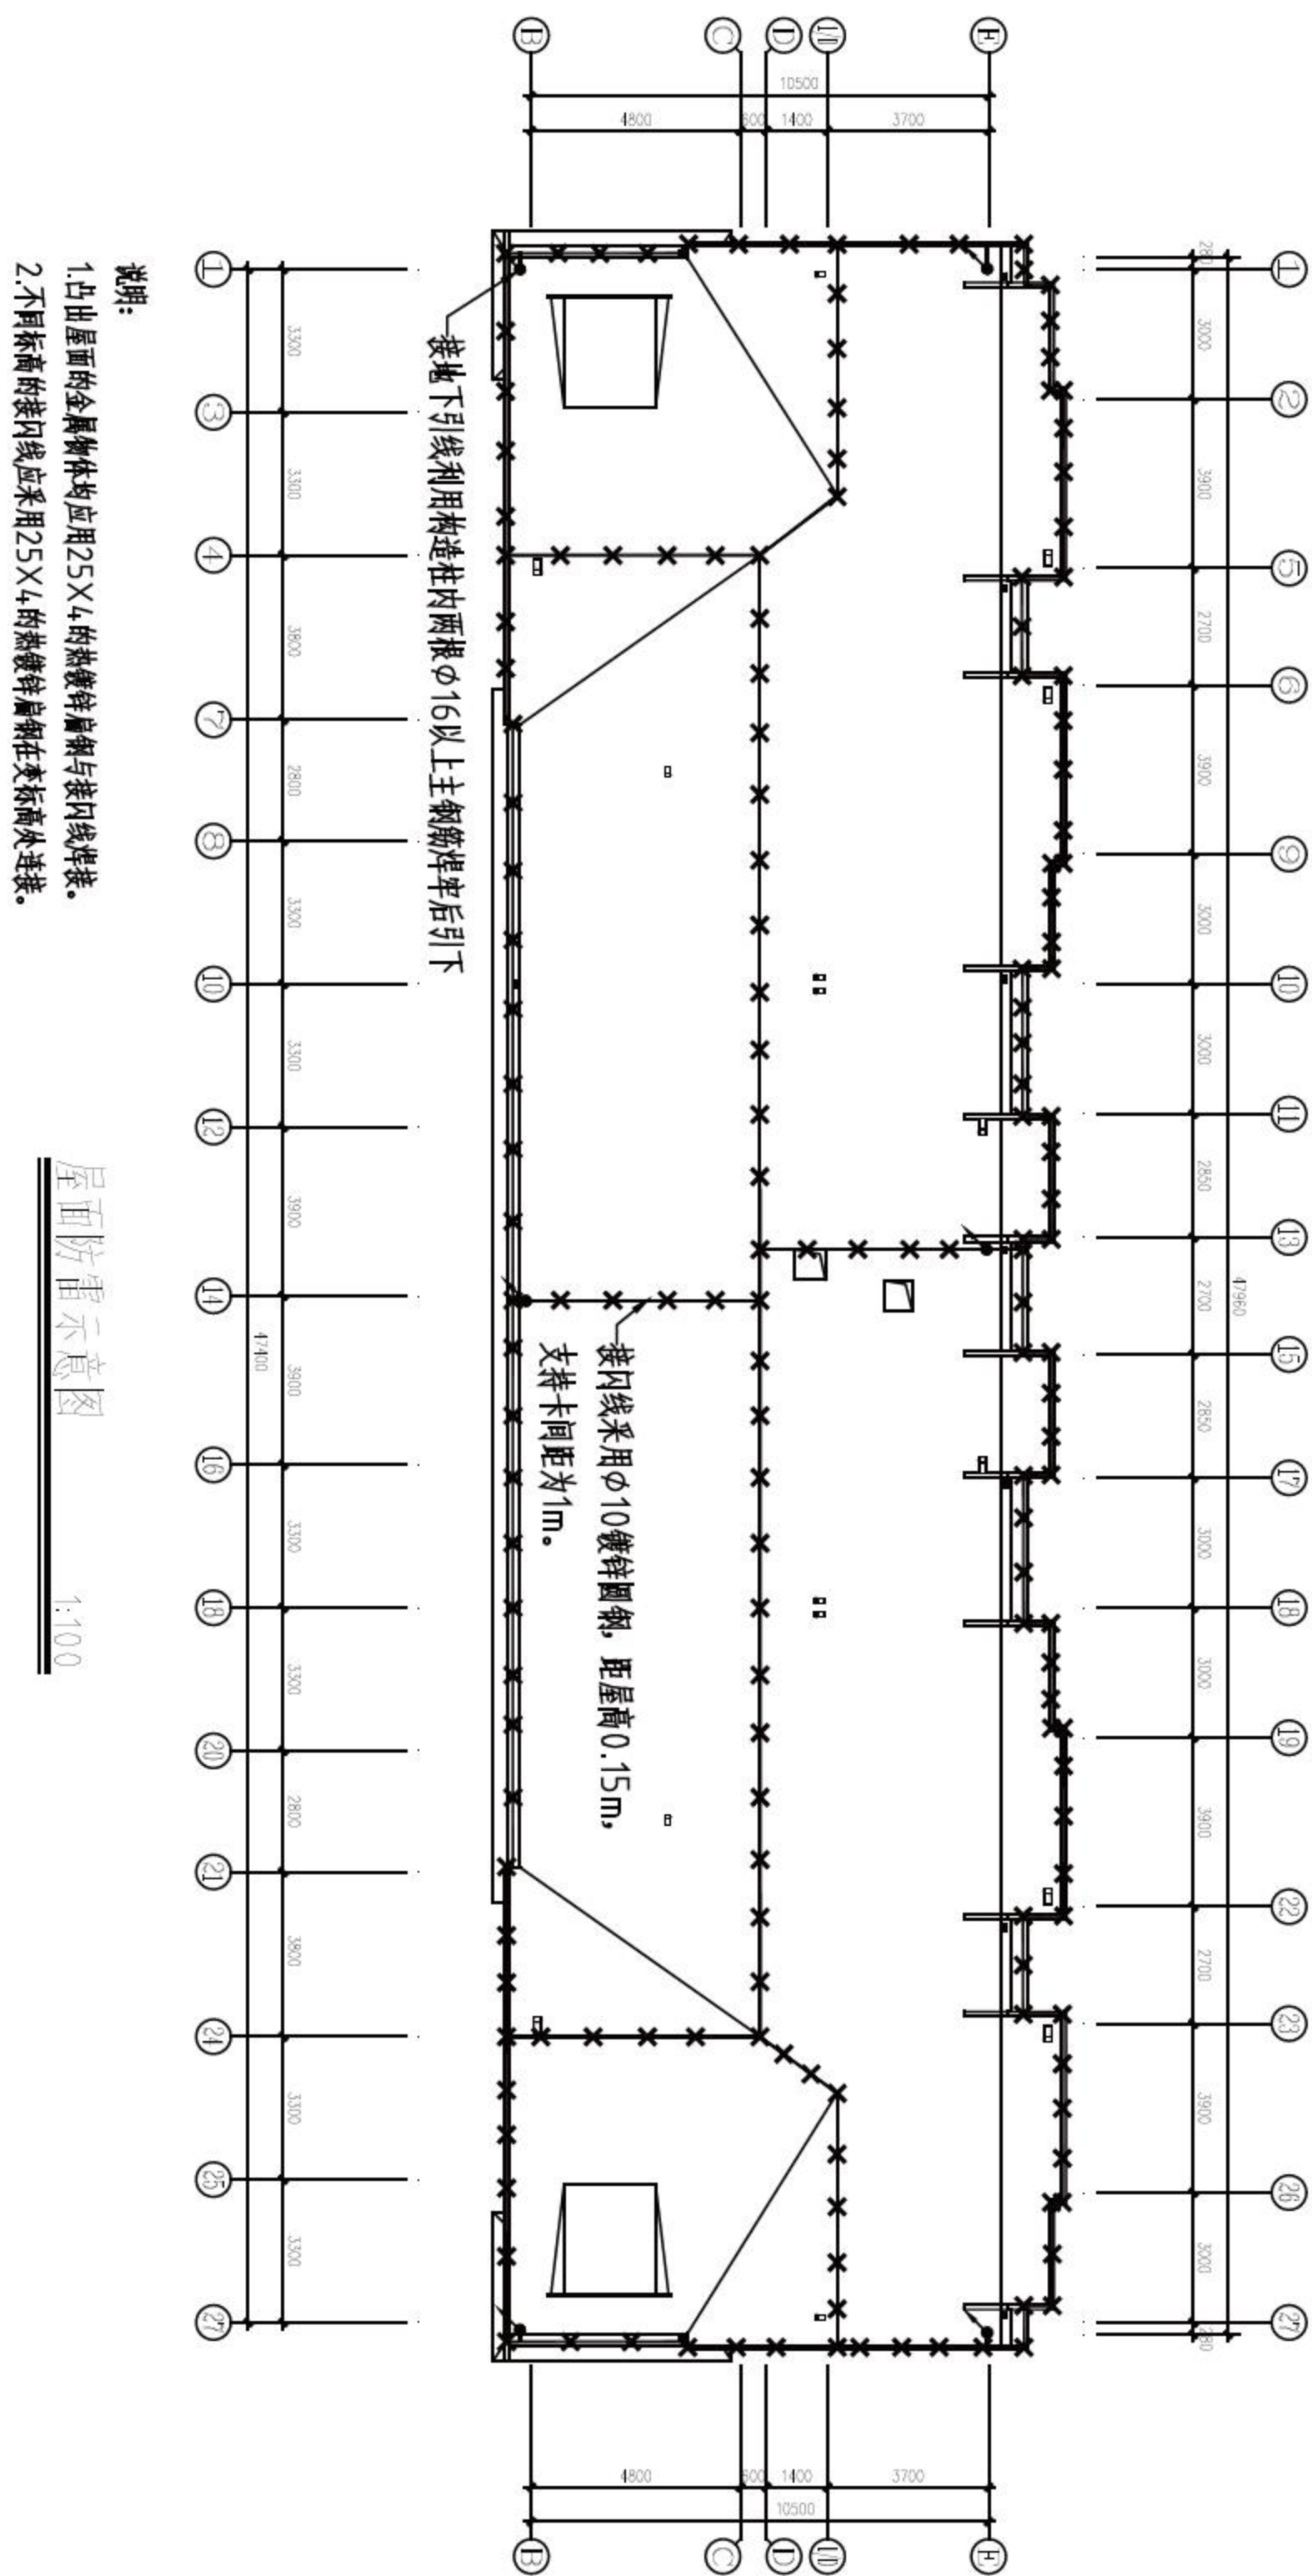

图12-31 标注结果
**04** 调用MT【多行文字】命令，分别绘制图名标注与比例标注，结果如图12-31所示。